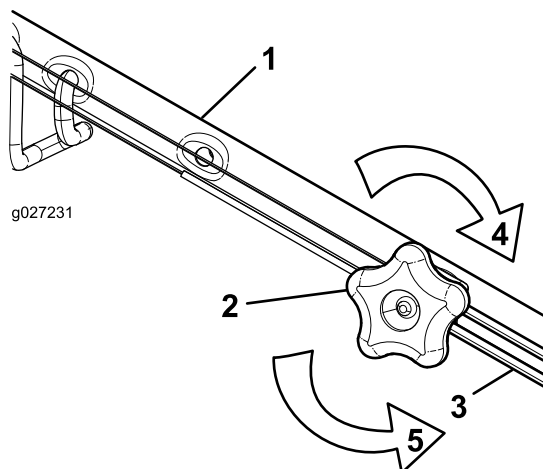

Figura 37
1. Gire el pomo de ajuste en sentido antihorario para aflojar el cable (Figura 37).
2. Ajuste la tensión del cable (Figura 37) tirando del mismo hacia atrás o empujándolo hacia adelante, y sujételo en esa posición.